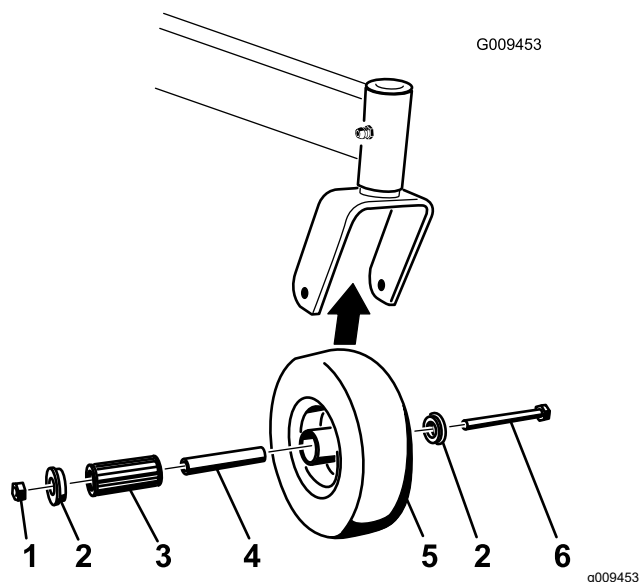

Figure 60
1. Enlevez le contre-écrou et le boulon qui fixent la roue pivotante à la fourche (Figure 60).
2. Enlevez une bague, puis sortez la douille pour clé et le roulement à rouleaux du moyeu de roue (Figure 60).
3. Enlevez l'autre bague du moyeu, puis nettoyez la graisse et les saletés éventuellement présentes dans le moyeu (Figure 60).
- Remarque:** Remplacez les pièces endommagées ou usées (Figure 60).
5. Placez une bague dans le moyeu (Figure 60).
6. Lubrifiez le roulement à rouleaux et la douille pour clé, et insérez-les dans le moyeu (Figure 60).
7. Mettez la deuxième bague dans le moyeu (Figure 60).
8. Fixez la roue pivotante dans la fourche à l'aide du boulon et du contre-écrou (Figure 60).
9. Serrez le contre-écrou jusqu'à ce que la base de la douille pour clé soit en appui contre l'intérieur de la fourche (Figure 60).